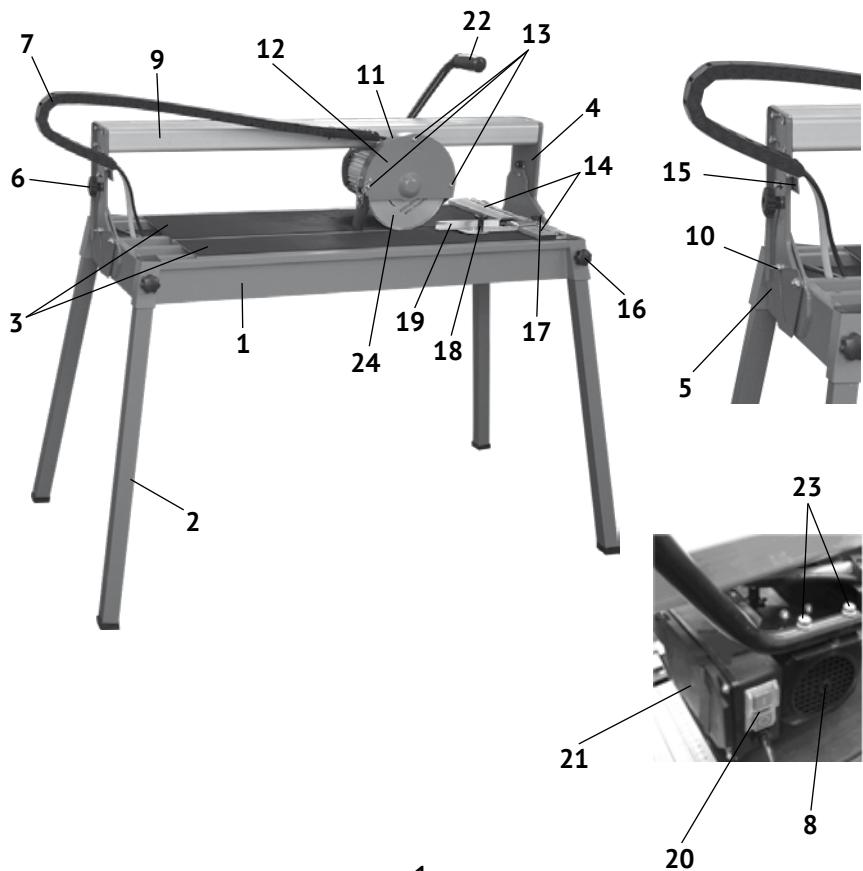

рис.1
1.6 Общий вид и элементы плиткореза представлены на рис.1
1.7 Асинхронный двигатель (рис.1 поз.8) с блоком управления (рис.1 поз.21) и выключателем (рис.1 поз.20) крепится на кронштейне. Кронштейн, за счёт подшипников, перемещает головку режущую (двигатель с блоком управления и отрезным кругом) по салазкам (рис.1 поз.9) вдоль длины рабочего стола (рис.1 поз.3). На вал якоря, между опорным и прижимным фланцами крепится отрезной круг (рис.1 поз.24). Это основной рабочий инструмент плиткореза.
1.8 Выключатель – магнитный пускатель (рис.1 поз.20) расположен на блоке управления. Он имеет две кнопки: зелёная с символом «1» - включение двигателя и красная с символом «0» - выключение двигателя.
На крышке защитного кожуха (рис.1 поз.12) стрелкой указано направление вращения круга.
- вставить ножки (рис.1 поз.2) в отверстия основания (рис.1 поз.1) и закрепить их винтами (рис.1 поз.16);
- закрыть отверстие в поддоне (рис.1 поз.1) пробкой (входит в комплект поставки) и залить воду так, чтобы заборная часть насоса была полностью погружена в воду.
- проверить шлангоукладчик (рис.1 поз.7) со шлангом, не перекручен, свободно перемещается за головкой режущей;
- ослабить с двух сторон винты фиксации угла наклона (рис.1 поз.6);
- повернуть салазки (рис.1 поз. 9) с головкой режущей на нужный угол, совмещая указатель угла наклона (рис.1 поз.10) с нужным показателем шкалы (рис.1 поз.5);